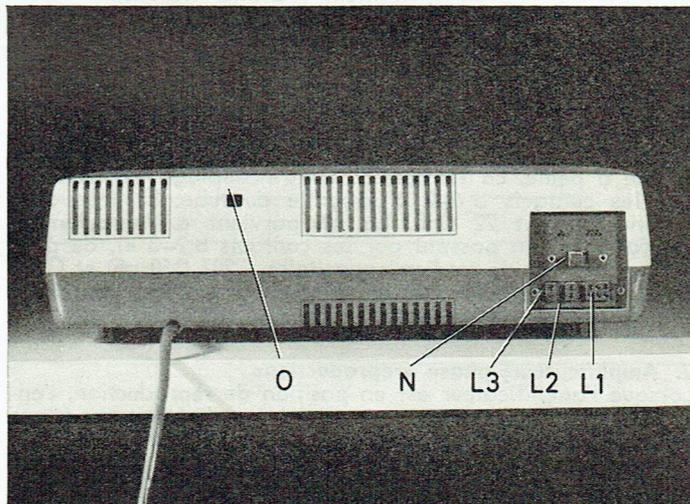

Fig. 2
1. Raccordements (voir fig. 2)
A. Comment le brancher: Avant de brancher l'appareil, vérifier le réglage du sélecteur de tensions O (fig. 2). Appuyer maintenant sur le curseur, le déplacer vers la droite jusqu'à la butée et l'y coincer. Introduire le disque dans la fente en le poussant entièrement et libérer de nouveau le curseur en appuyant dessus.